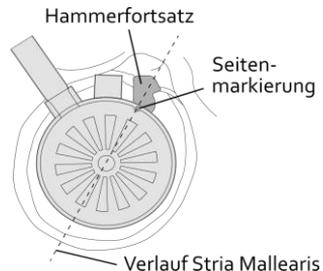

Abbildung 21: Orientierung der Hörkontaktlinse® auf dem Trommelfell
4. Die Hörkontaktlinse® ist so auf dem Trommelfell zu platzieren, dass die Umbospitze der Hörkontaktlinse® mit der tiefsten Stelle des Trommelfells übereinstimmt. Außerdem soll die Seitenmarkierung auf dem kurzen Hammerfortsatz zu liegen kommen (s. Abbildung 21).